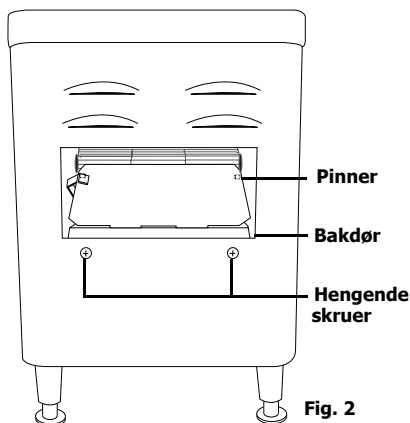

Fig. 2
2. Fest den på innsiden apparatet ved å la den bøyde kanten på døren hvile mot de to pinnene ved enden av båndet **[Fig. 2]**.